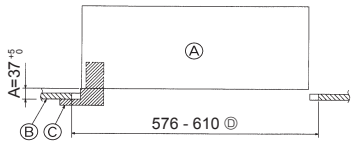
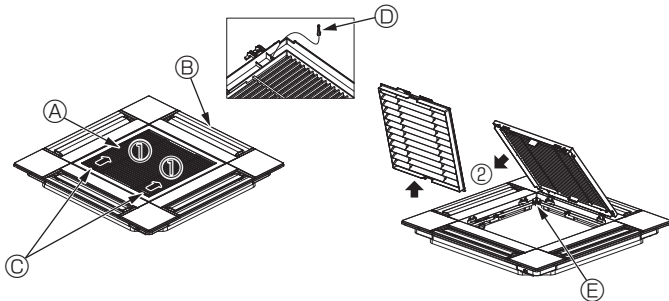
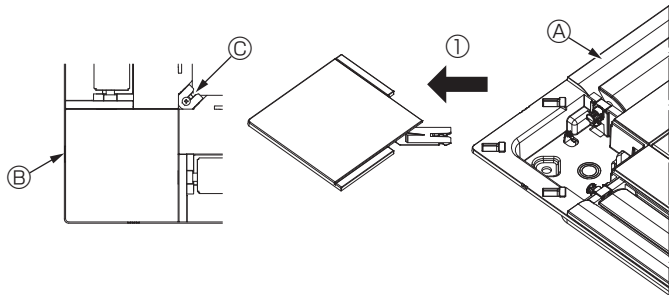

Fig. 5-2
Fig. 5-3
Fig. 5-4
②	Pullu vida	4	M5 x 0,8 x 28 (mm)
③	Geyç	1
④	Sinyal alıcı için bağlantı kablosu	1	Sinyal alıcıyla donatıldığında bulunur.
⑤	i-See sensör için bağlantı kablosu	1	i-See sensör ile donatıldığında bulunur.
⑥	Tespit malzemesi	2	Sinyal alıcıyla donatıldığında bulunur.
⑦	Tespit malzemesi	2	i-See sensör ile donatıldığında bulunur.
⑧	Kablosuz uzaktan kumanda	1	Ürünle birlikte uzaktan kumanda sağlandığında bulunur.
⑨	Uzaktan kumanda yuvası	1	Ürünle birlikte uzaktan kumanda sağlandığında bulunur.
⑩	LR6 AA pil	2	Ürünle birlikte uzaktan kumanda sağlandığında bulunur.
⑪	3,5 x 16 kılavuz vida	2	Ürünle birlikte uzaktan kumanda sağlandığında bulunur.
5.2. Izgarayı takma hazırlığı (Fig. 5-2)
- ① Ana ünite
- ② Tavan
- ③ Geyç (Aksesuar)
- ④ Tavan deliğinin boyutları
5.2.1. Hava giriş ızgarasının çıkarılması (Fig. 5-3)
- Hava giriş ızgarasını açmak için kolları ① numaralı okla gösterilen yönde itin.
- Hava giriş ızgarası "açık" durumdayken hava giriş ızgarasının menteşesini ② numaralı okla gösterilen şekilde ızgaradan ayırın.
- ① Giriş ızgarası
- ② Izgara kancası
- ③ Izgara
- ④ Izgara kancası için delik
- ⑤ Hava girişi ızgarası kolları
5.2.2. Köşe panelinin çıkarılması (Fig. 5-4)
- Köşe panelinin köşesindeki vidayı çıkarın. Köşe panelini çıkarmak için köşe panelini ① numaralı okla gösterilen şekilde itin.
- ① Izgara
- ② Köşe paneli
- ③ Vida